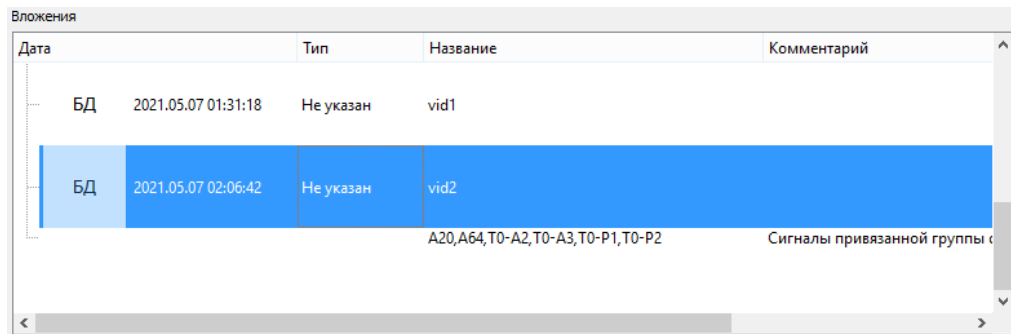

Рис. 8 – Перечень вложений
3.4.4. После прикрепления файлов или сигналов, прикрепленные данные отображаются в **перечне вложений** выбранной записи истории изменений. Пример перечня вложений представлен на рис.8.